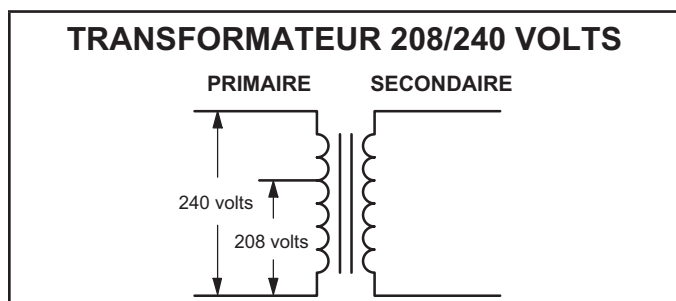

FIGURE 20. Conversion de l'unité de 240 VCA à 208 VCA
- 2 - Faites glisser le panneau du contrôleur dans l'encoche du panneau de fixation du chauffage électrique (figure 19). À l'aide des vis retirées à l'étape 1, fixez le panneau du contrôleur au panneau d'extrémité, comme illustré à la figure 20.